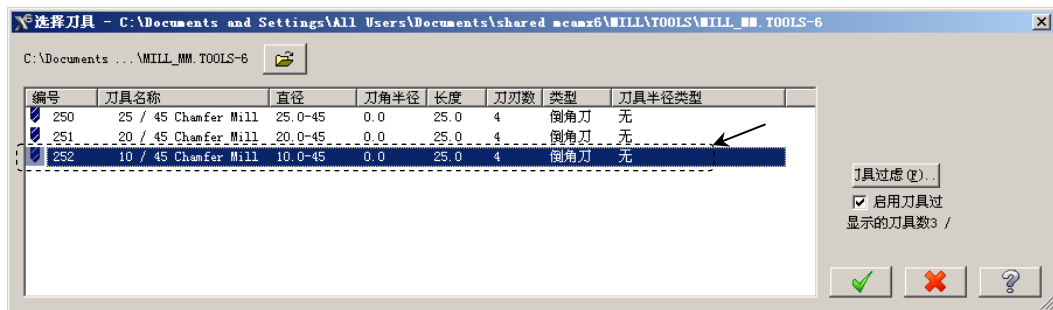

图 16.19 “选择刀具”对话框
Step4. 选择刀具。在“2D 刀具路径 – 钻孔/全圆铣削 深孔钻-无啄孔”对话框中，单击 **从刀具库中选择...** 按钮，系统弹出图 16.19 所示的“选择刀具”对话框，在该对话框的列表框中选择图 16.19 所示的刀具。单击  按钮，关闭“选择刀具”对话框，系统返回至“2D 刀具路径 – 钻孔/全圆铣削 深孔钻-无啄孔”对话框。
(1) 在“2D 刀具路径-钻孔/全圆铣削 深孔钻-无啄孔”对话框的刀具列表中双击该刀具，系统弹出“定义刀具-机床群组-1”对话框。